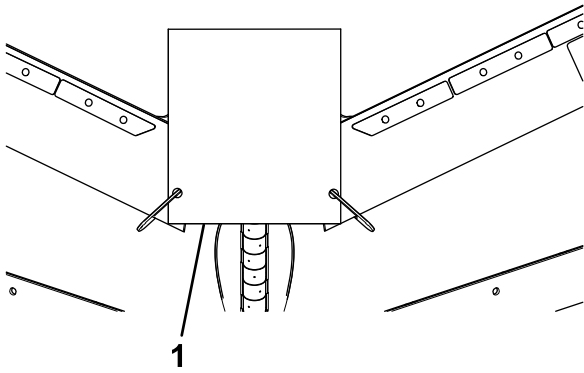

Figure 6
6. Serrez la bande centrale en place (Figure 6) après l'avoir alignée comme suit :